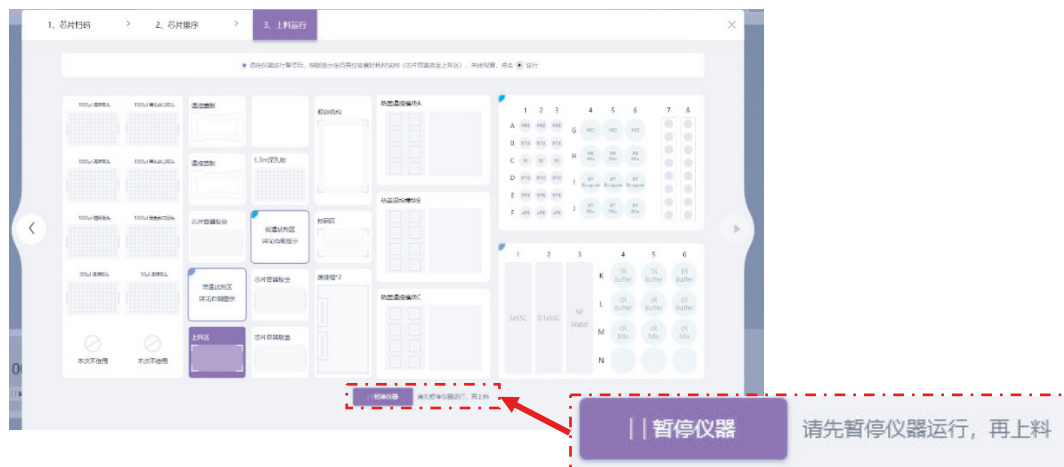

图 2-17 STOmics 软件流程暂停仪器多板上样界面
b. 多板上样运行：如图 2-17 所示，信息录入完毕，软件点击至上料运行页面后，点击页面中下方的“暂停仪器”按钮，打开舱门，将芯片容器放置在上料区，确认所有试剂耗材足够且放置无误，便可关上舱门，开始新一板的运行流程。